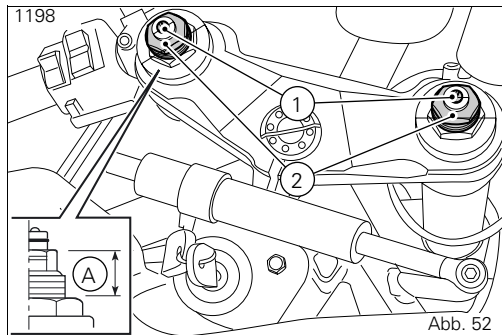
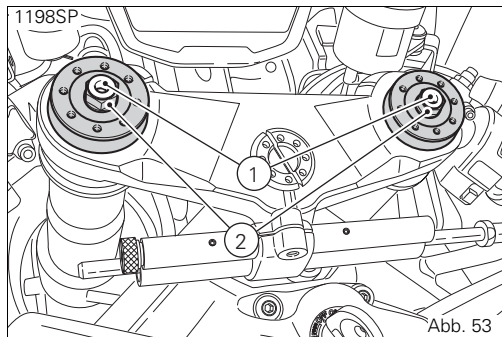

Abb. 52
Abb. 53
- 1) für die Änderung der hydraulischen Dämpfung in der Zugstufe (Abb. 53 und Abb. 52);
- 2) für die Änderung der Vorspannung der innen liegenden Federn (Abb. 53 und Abb. 52);
Federvorspannung (1198) (A, Abb. 52): 18 mm;
Um die Vorspannung der Innenfeder jedes Holms ändern zu können, muss die jeweilige Sechskant-Einstellschraube (2, Abb. 52 und Abb. 53) mit einem 22 mm-Sechskantschlüssel betätigt werden.